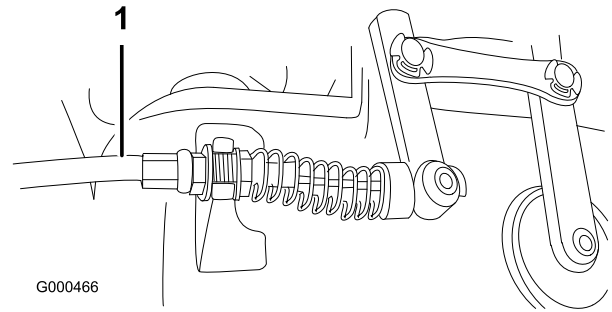

Bild 45
2. Wenn Sie die Zugspannung erhöhen möchten, lösen Sie die Klemmmutter des vorderen Zugs und ziehen Sie die Klemmmutter des hinteren Zugs an (Bild 45) (oben auf dem Getriebe), bis die Kraft des Spindelkabels zusätzlich 3,2 bis 4,5 kg Griffkraft, gemessen am Einstellhandrad, hinzufügt.